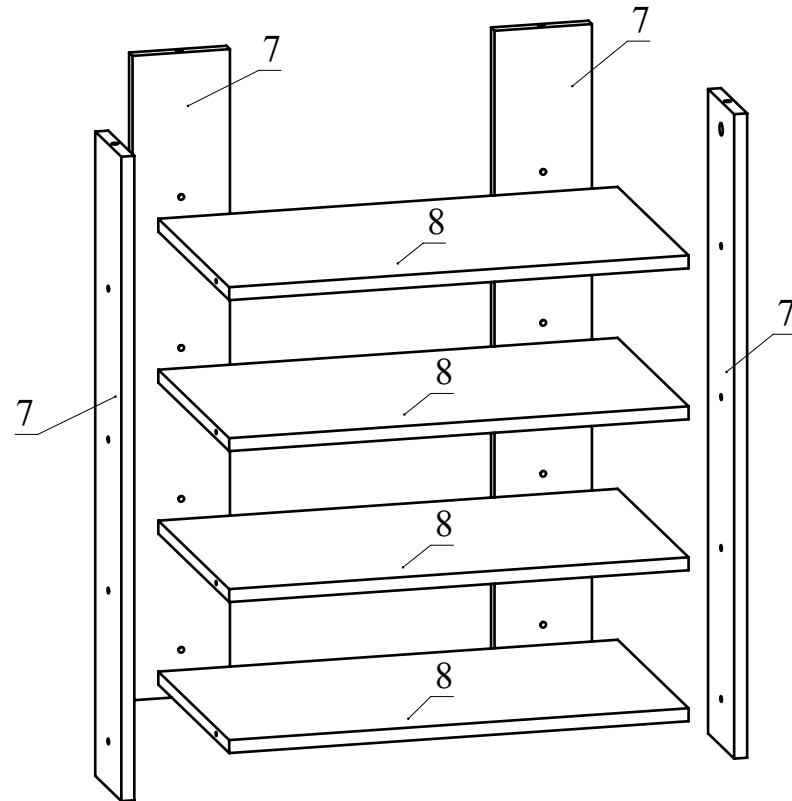

Рис.9
9. Соберите сборку согласно схемы, стягивая детали между собой при помощи конфирматов (Рис. 9).